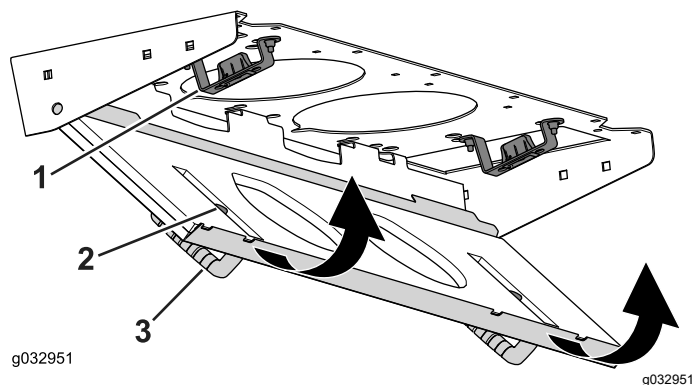

Figura 83
4. Gire la rejilla del filtro sobre las pestañas hasta que el cierre se enganche en el soporte (Figura 83).